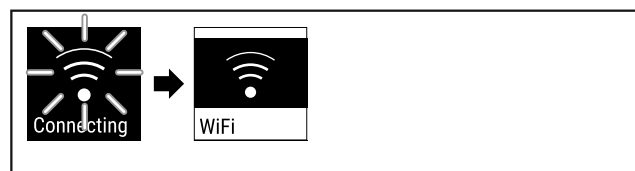

Fig. 85
- ▶ Връзката се установява (виж Fig. 85).